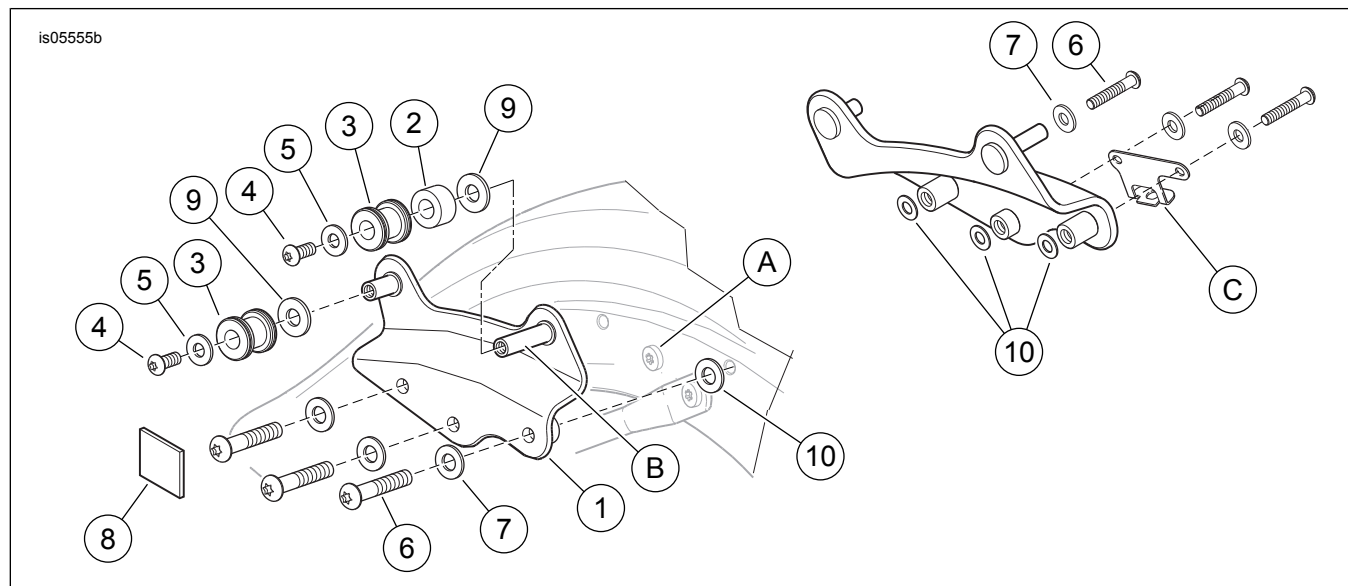

Figura 3. Piezas de servicio, kit de elementos de sujeción de acoplamiento desmontable de cuatro puntos
Vea Figura 3 y Tabla 1.
1. **TODOS los modelos:** Vea Figura 3. Quite el tornillo (A) que retiene la parte trasera de la cubierta cromada a la extensión de la estructura trasera en cada lado del vehículo.
2. Coloque una arandela (7) sobre las roscas de cada uno de los tornillos más largos con cabeza TORX® (6) del kit.
4. Vea Figura 3. Deslice un espaciador (2) sobre el pasador más largo (B) de cada placa de acoplamiento. Instale los cuatro puntos de acoplamiento (3), primero el extremo del chaflán, sobre los pasadores largo y corto de la placa de acoplamiento con las arandelas (5) y los tornillos TORX más pequeños (4). Apriete los pernos hasta que queden ajustados.